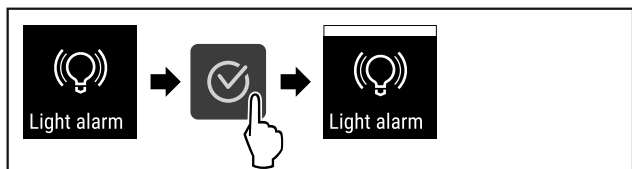

Fig. 97
- ▶ Vykonaťte kroky akcie (pozri Fig. 97) .